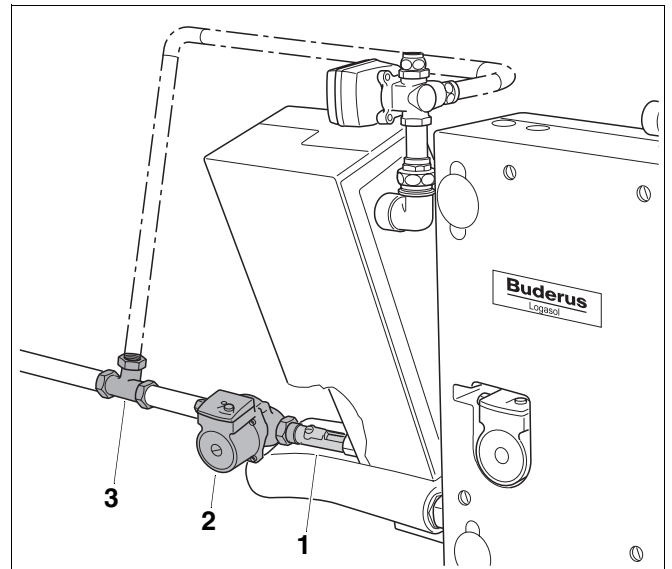

Abb. 11 Umwälzpumpe PP montieren
- Bauen Sie nach dem Durchflussmengenbegrenzer (Abb. 11, **Pos. 1**) bauseitig die Umwälzpumpe PP (Abb. 11, **Pos. 2**) ein. Die Auswahl dieser Umwälzpumpe PP erfolgt nach dem jeweils notwendigen Volumenstrom der Pufferentladestation und den Druckverlusten (Tab. 1, Seite 9).
- Montieren Sie bauseitig hinter der Umwälzpumpe PP ein T-Stück (Abb. 11, **Pos. 3**), um später die Verbindung des Rücklaufs zu dem Dreiwegemischventil MP herstellen zu können.